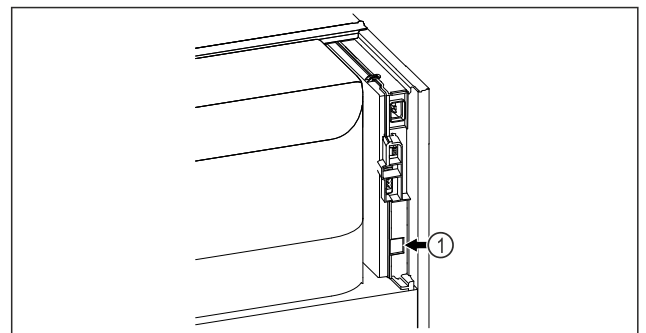

Fig. 61
- Le SmartModule Fig. 61 (1) est installé.